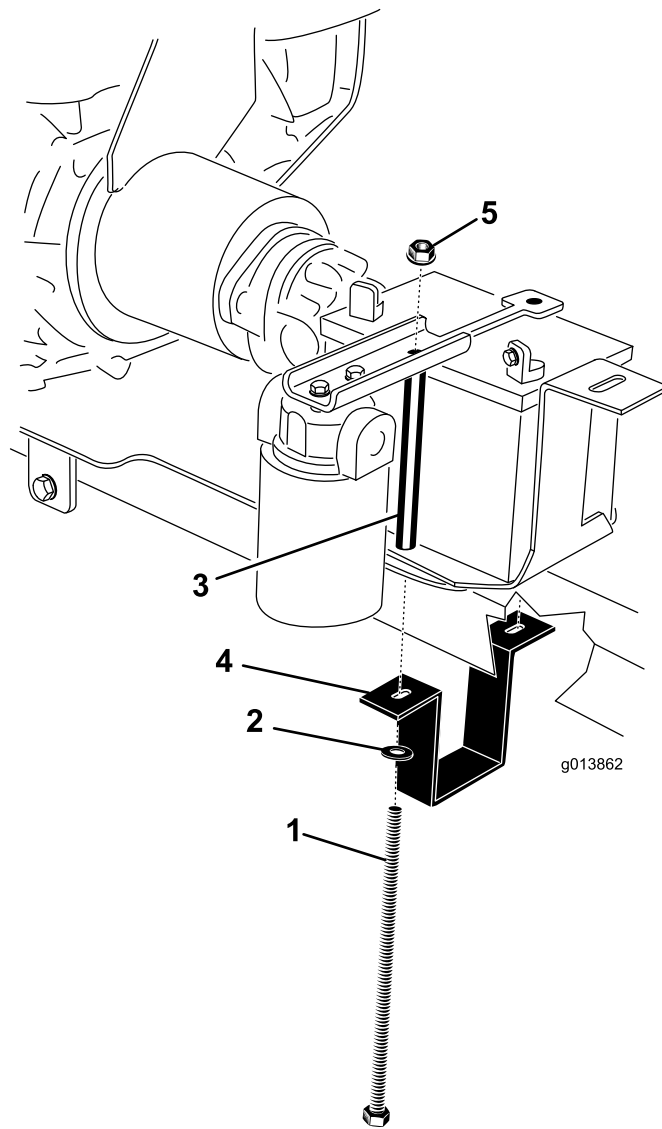

図 8
2. ワッシャ(2)                        5. フランジナット(2個)
21. エンジン取り付けブラケットを調整して、このブラケットがヒッチに対してしっかり取り付くようにする。エンジン取り付けブラケットをエンジン取り付けプレートに固定しているボルト 2 本をしっかりと締め付ける (図 8)。
23. バッテリートレイにバッテリーを載せる；端子が図 8 のようになるように載せること。
24. バッテリーにバッテリー押さえを取り付ける (図 8)。
25. バッテリー取り付け用ストラップを、ヒッチチューブの下に保持する (図 8)。
26. 右側では、ワッシャ、バッテリー押さえストラップ、エンジン取り付けプレート、バッテリートレイ、バッテリー押さえを貫通させて、バッテリーボルトを取り付ける。そしてフランジナットで仮止めする (図 8)。
27. 左側では、ワッシャ、バッテリー押さえストラップ、エンジン取り付けプレート、バッテリートレイ、バッテリーボルトチューブ、バッテリー押さえを貫通させて、ボルトを取り付ける。そしてフランジナットで仮止めする (図 8)。